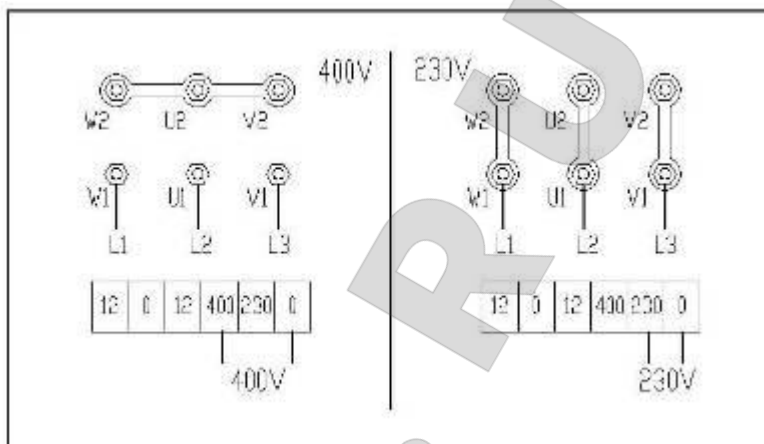

Рис. 26
- Если силовым питанием является напряжение 230В, следует использовать трансформатор управления и электрическое соединение двигателя (рис. 26)